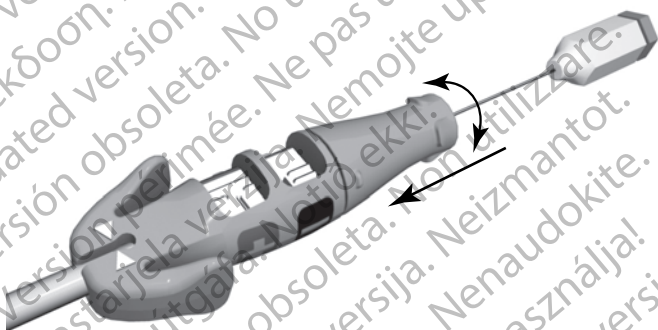

Figure 5. Outil de connexion avec manche de fixation enclenché
1. Saisir l'outil de connexion et la douille de la broche. Pour enclencher le manche de fixation sur la broche terminale, pousser le manche de fixation vers le corps de l'outil de connexion de façon à combler l'écart. Faire tourner le manche de fixation dans le sens des aiguilles d'une montre pour déployer la vis ou dans le sens contraire pour la rétracter. Observer l'extension et la rétraction de la vis (Figure 5 Outil de connexion avec manche de fixation enclenché en page 20).